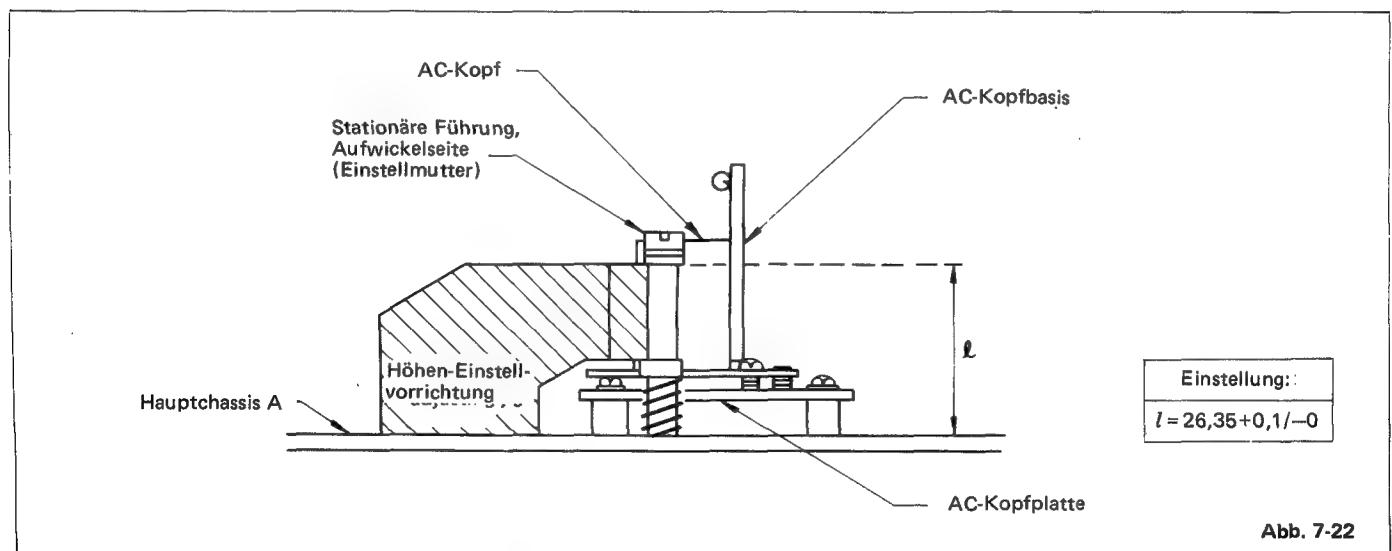

Abb. 7-22
- Wie aus Abb. 7-22 ersichtlich, setzt man die Führungs-höhe-Einstellvorrichtung am Hauptchassis A an.
- Nach Beendigung des Austauschs auf jeden Fall die Einstellung des Bandlaufgang überprüfen. Beim Austausch der Köpfe die Kopfoberfläche nicht an den in Abb. 7-22 dargestellten Stellen berühren.
- 2) Die Stellschrauben (2) mit einem Sechskantschlüssel lösen.
- 3) Die Schrauben (3) (3P + 8S) mit einem Schraubenzieher entfernen.
- 4) Die A/C-Kopf-Schraube (4) mit einem Schraubenzieher lösen. Dabei darauf achten, daß zwischen Platte und A/C-Kopf-Schraube eine Feder eingesetzt ist.
- 6) Beim Austausch des A/C-Kopfes ist es am besten, den gesamten A/C-Kopf (5) auszutauschen.